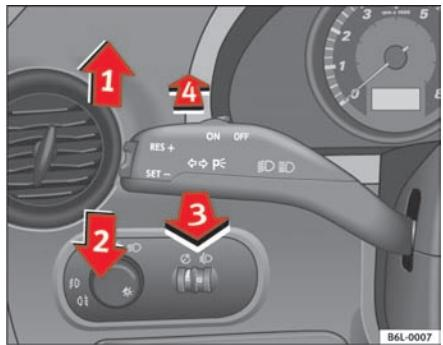

Fig. 59 Palanca de intermitentes y de luz de carretera
- Desplace la palanca hacia arriba hasta el tope \Rightarrow fig. 59 ① para encender el intermitente **derecho** o bien hacia abajo ②, para encender el intermitente **izquierdo**.
- Desplace la palanca hacia adelante \Rightarrow fig. 59 ④ para encender la luz de carretera.